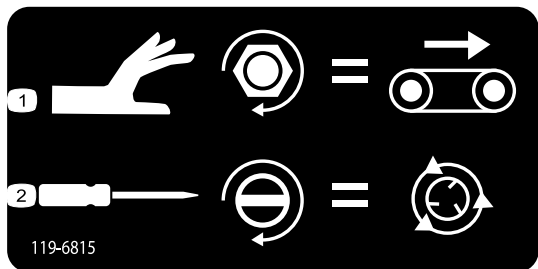

Figura 46
- Pentru a regla viteza podelei transportoare (Figura 46), rotiți butonul în sensul acelor de ceasornic. Utilizați viteza maximă a podelei transportoare a sistemului de operare cu coduri de culoare atunci când nu este activat fluxul hidraulic. Această setare este utilă atunci când buncărul de alimentare este plin cu nisip.
- Pentru a regla viteza dispozitivului de împrătiere (Figura 46), folosiți o urubelniță cu cap plat, rotind urubul în sensul acelor de ceasornic pentru a mări viteza sau în sens invers acelor de ceasornic pentru a reduce viteza.